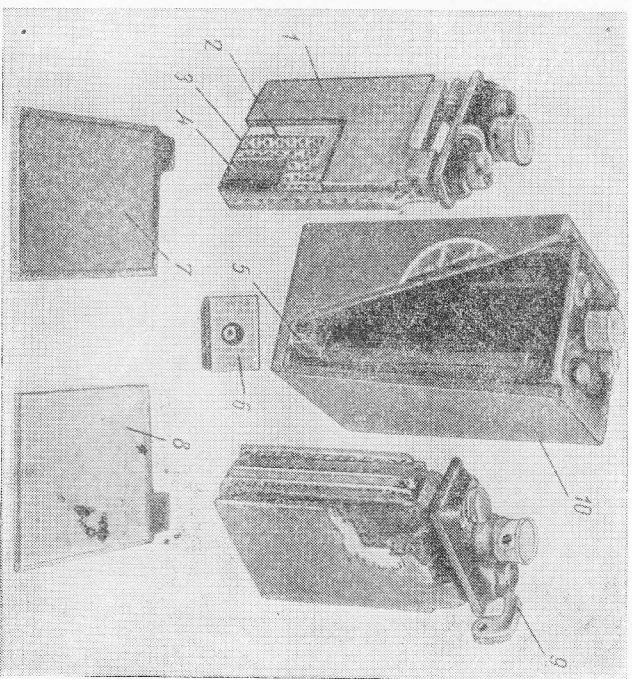

Рис. 5. Составные части мотоциклетного аккумулятора (с левой стороны изображен элемент аккумулятора 3М1, с правой — элемент аккумулятора 3М2):
В каждом элементе имеется одна положительная пластина емкостью 7 а-ч и две отрицательные пластины, толщина которых в 2 раза меньше (рис. 5). По обе стороны положительной пластины находятся отрицательные пластины для того, чтобы положительная пластина разряжалась равномерно с обеих сторон и не коробилась при раз-
Рассмотрим теперь более подробно отдельные детали мотоциклетных аккумуляторов (см. рис. 5). Это прежде всего пластины, состоящие из решетки, отлитой из твердого свинца (с примесью сурьмы), на которые нанесена активная масса. Решетки являются основой пластины, так как сама активная масса не имеет достаточной прочности. Ввиду того что мотоциклетный аккумулятор должен быть небольших размеров, пластины помещены как можно бли-
8. Летом один раз за 14 дней (зимой ежемесячно) нужно контролировать уровень электролита через отверстия для пробок. Если поверхность электролита находится в отверстиях — уровень правильный, если же обнажились перфорированный эбонитовый шток (рис. 5) — уровень низок; тогда в электролит необходимо долить дистиллированную воду. При эксплуатации аккумулятора испаряется только дистиллированная вода. Серную кислоту можно доливать только в случае явной потери электролита, например, если мотоцикл упал. В этом случае нужно долить разведенную кислоту той же плотности, что и электролит в банке.